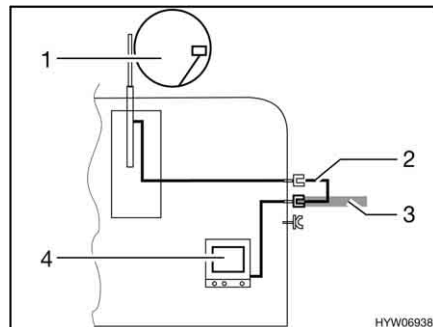

Fig. 191 Televisão no veículo
- Televisão no veículo (Fig. 191,4): Ligação da antena exterior (Fig. 191,1) com cabo de ligação (Fig. 191,2)
- Televisão no veículo (Fig. 191,4): Ligação à antena exterior (Fig. 191,3)